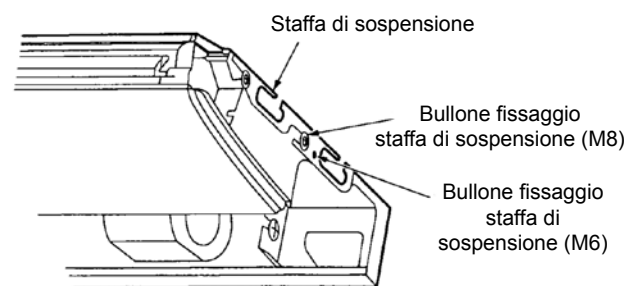

Fig. 26
- Avvitare a fondo entrambi i bulloni di regolazione staffa di sospensione (M8) (fare riferimento alla Fig. 26).
- Avvitare a fondo entrambi i bulloni di fissaggio staffa di sospensione (M6), in modo da evitare il movimento dell'unità interna (fare riferimento alla Fig. 26).